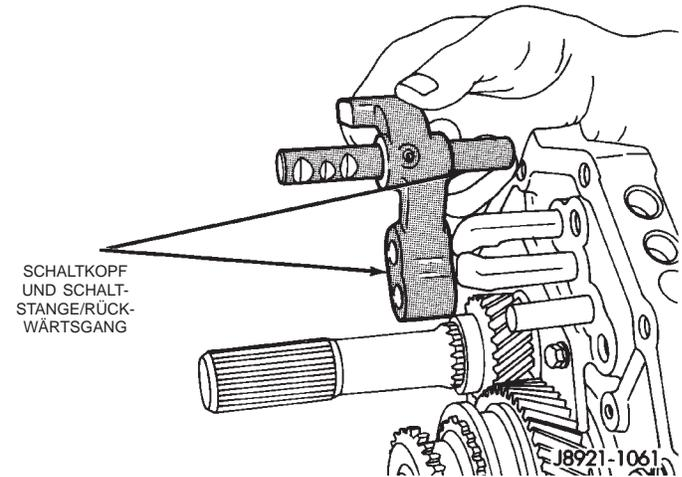

Abb. 55 Schaltkopf und Schaltstange/ Rückwärtsgang ausbauen
(7) Den Schaltkopf für den Rückwärtsgang und die Schaltstange für den Rückwärtsgang zusammen aus der Zwischenplatte ausbauen (Abb. 55).